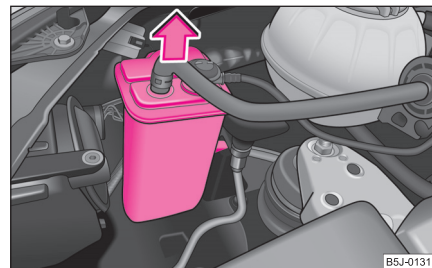

Fig. 199 Scoaterea rezervorului de cărbune activ
- La autovehiculele cu motor pe benzină, înainte de înlocuirea becurilor din farul dreapta față, scoateți rezervorul de cărbune activ ⇒ fig. 199.